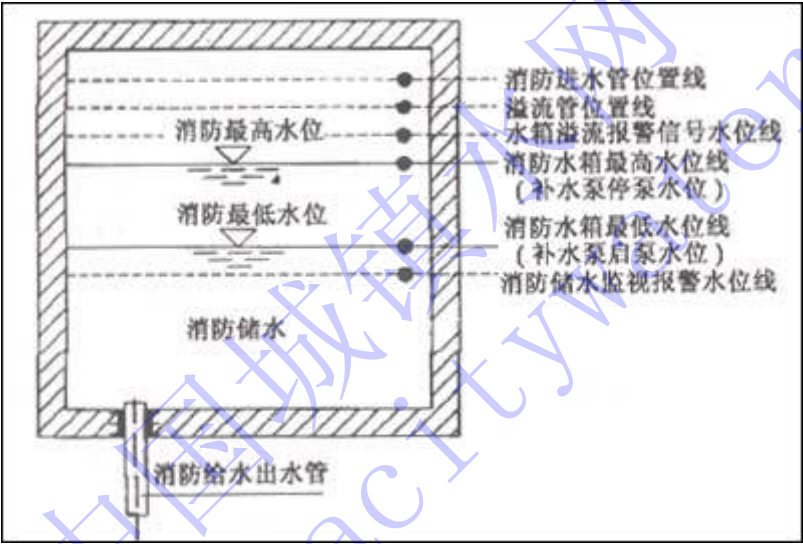

图 2 消防专用水箱信号水位关系
视报警水位线上设置。而补水泵的停泵水位设置，则因水箱中的储水在非火灾情况下一般不被动用，仅是少量地蒸发和漏损，所需的补水量也相对较小。故在考虑不受进水水面波动影响的情况下，适当提高一定高度为停泵水位即可(因蒸发和漏损的水量损失较小，一般不至于影响水泵的小时开启次数)。水箱的溢流报警信号和水箱溢流管位置可按规范要求设置，并根据消防储水量与水箱形式(面积)在消防水箱补水泵水位线的下方一定距离上设置。见图 2，为消防专用水箱信号水位关系。
(3) 当建筑物内的消防用水采用单独储存(即专用消防水箱)的方式，且建筑物内设有生活饮用水水箱时，可设置小型消防专用补水泵从生活饮用水水箱中抽水向专用消防水箱补水，但应增加防断水的措施。其水位设置同(2)点，消防专用水箱信号水位关系见图 2。
(4) 当建筑物内的消防用水采用单独储存(即专用消防水箱)的方式，且建筑物内没有生活饮用水水箱时，由变频供水设备给予补水时，应根据规范的要求在消防水箱的进水管上设置与其管径相同的电动阀，由电动阀配合变频泵为消防专用水箱补水，消防水箱内的高低水位信号即为进水管电动阀的开启信号。